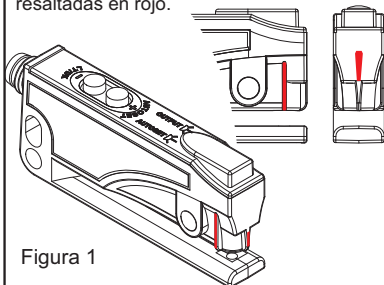

Figura 1
2. Ubique la separación entre las etiquetas en la zona de visión del sensor usando las Guías de Alineación de la Trayectoria Óptica (ver figura 1).